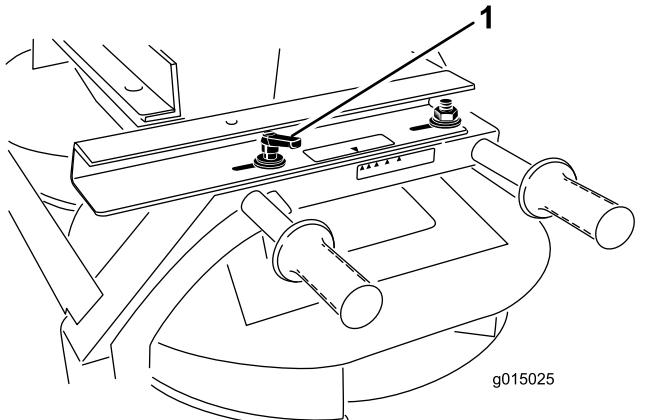

Figura 43
1. Allentate la maniglia su ogni lato dello spargitore doppio (Figura 43).